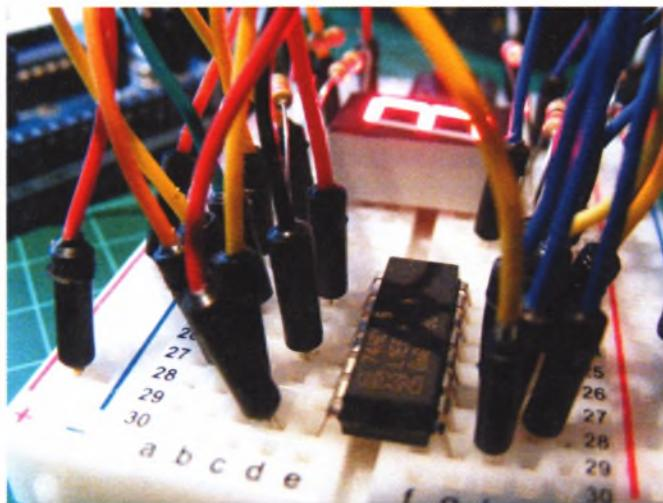

РИСУНОК 16.3
2. Установите регистр 74HC595 на макетную плату с маркером с левой стороны. Нижним левым выводом должен быть контакт 1. Регистр должен перекрывать канавку макетной платы, как показано на рис. 16.3.